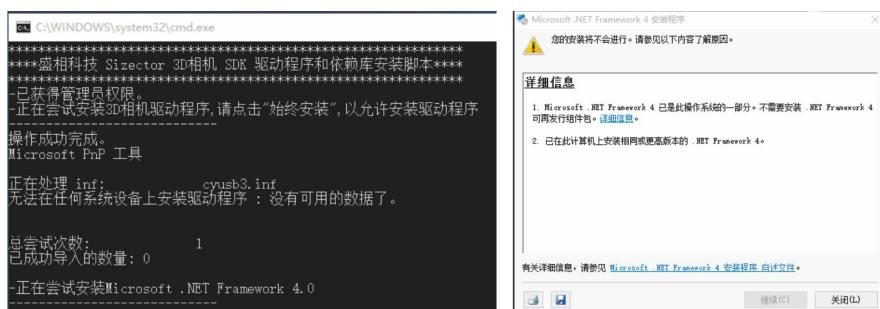

图8 DOS界面提示安装1
- ① 当已安装USB3.0的驱动后，DOS安装界面会提示“没有可用的数据了”，这时会自动进入下一步安装.NET Framework 4。
- ② 如果已安装.NET Framework 4，根据弹窗提示选择“关闭”按钮，如果没有安装则点击“安装”按钮进行安装，如下图8：